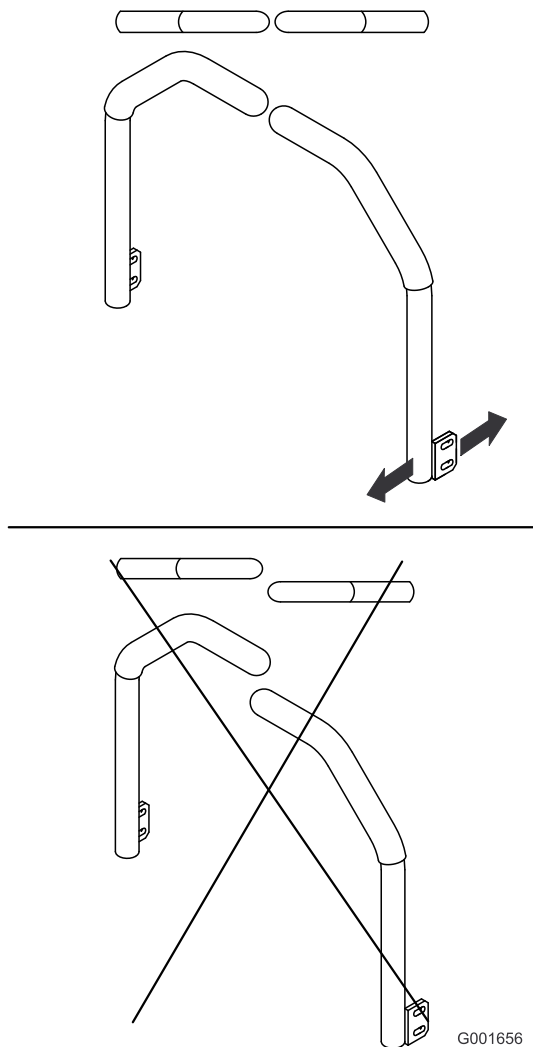

Figura 55
5. Ajuste las palancas de control de forma que queden alineadas entre sí y apriete los pernos para fijar las palancas a los soportes (Figura 55).